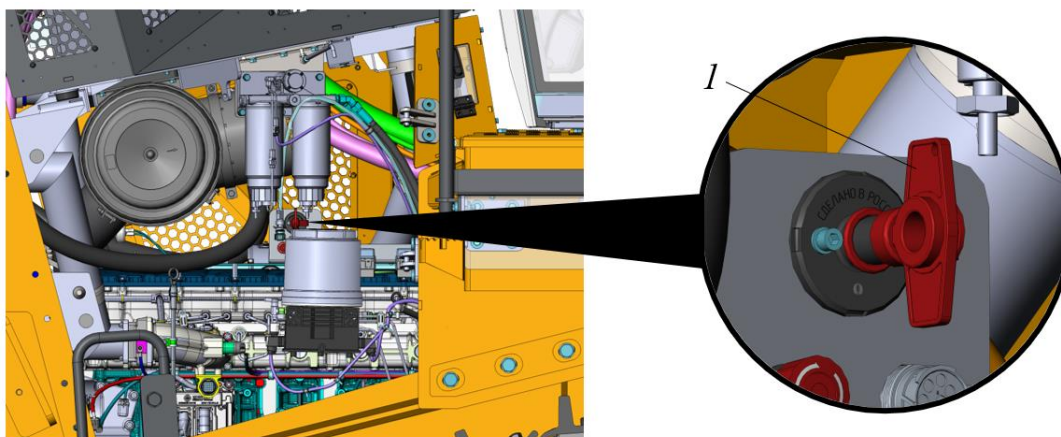

Рисунок 5.17. Главный выключатель АКБ
- Отключить питание маши главным выключателем АКБ (доступ к рукояти выключателя реализован через левую створку моторного отсека, см. поз. 1, рис. 5.17).